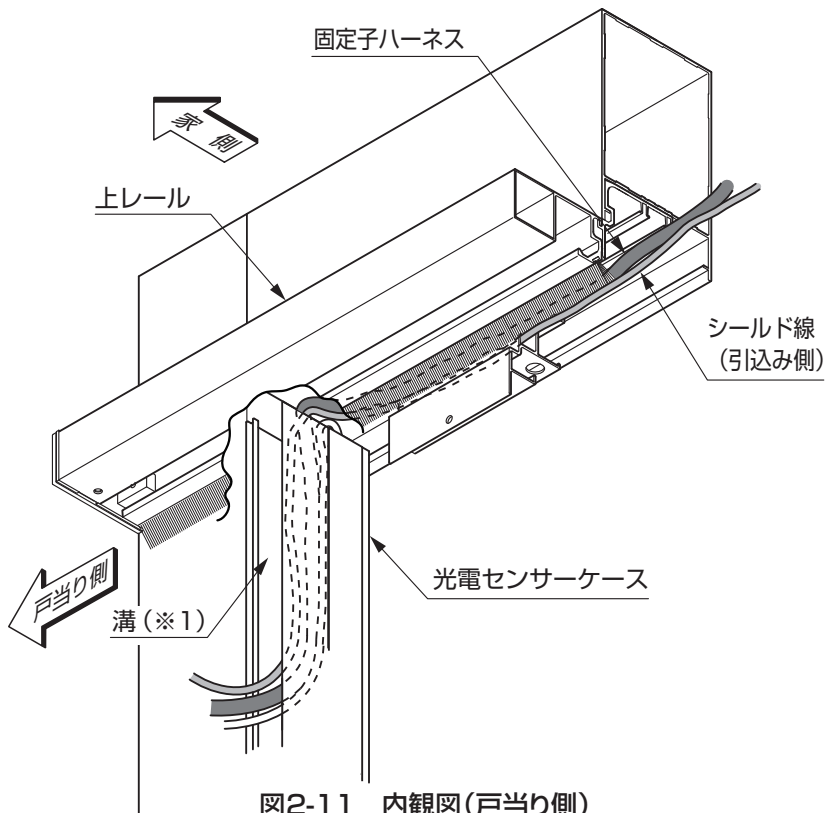
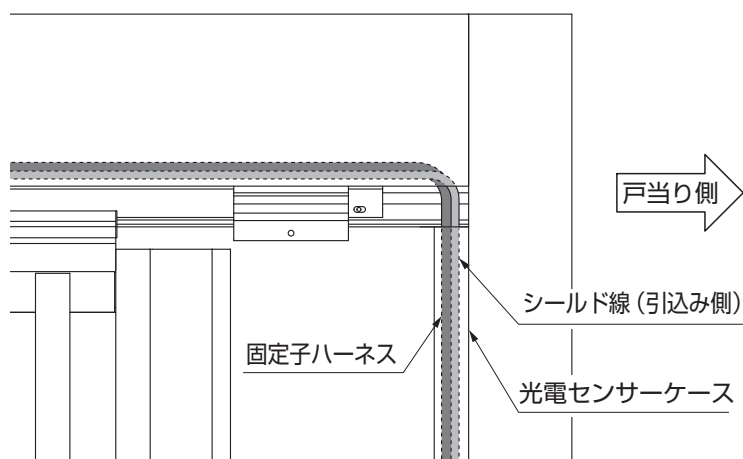

図2-11 内観図(戸当り側)
図2-12 外観図(戸当り側)
①リニア固定子ハーネスと投・受光器の各シールド線を光電センサーケースの溝(※1)に上側から引き入れてください。(図2-11、図2-12参照)